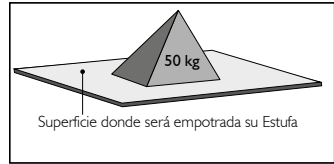

Figura 18
- Asegúrese que la superficie donde va a ser empotrada la Estufa esté nivelada y pueda soportar el peso de ésta y de los utensilios de Estufa de empotrar en uso normal: aproximadamente 50 kg, (Ver figura 18).